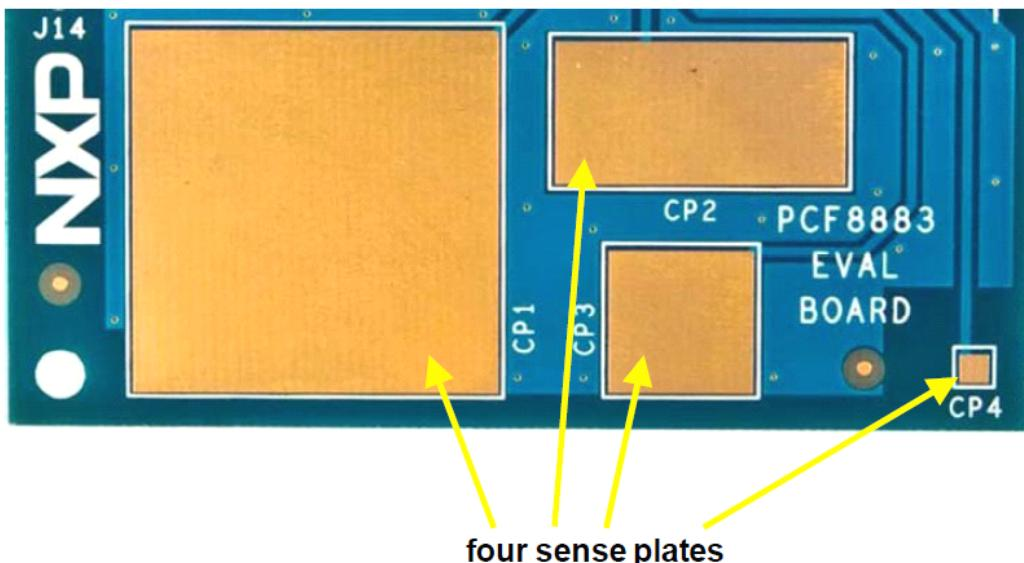
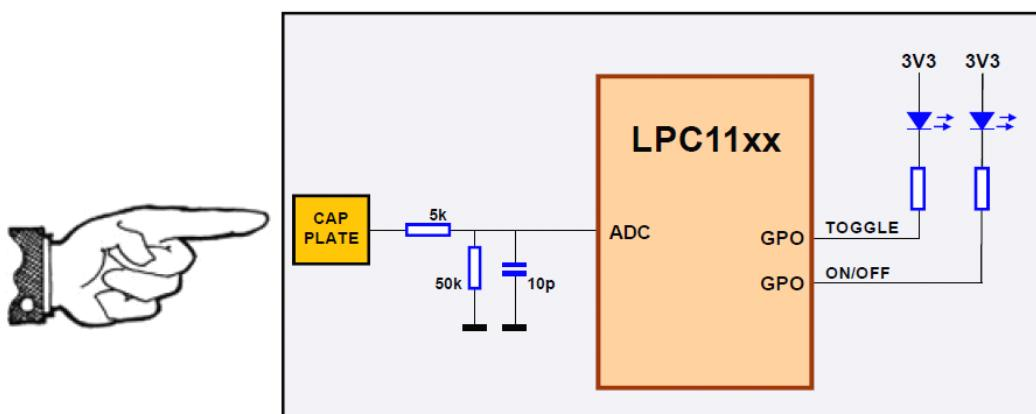

图 1
图 2
手册中使用的电容式触摸传感器位于 PCF8883 评估板的 PCB 板上的镀铜区域(见图 1)。4 个传感器中有一个通过阻容网络 (RC) 与 LPC11XX 微控制器 ADC 输入端连接 (见图 2)。